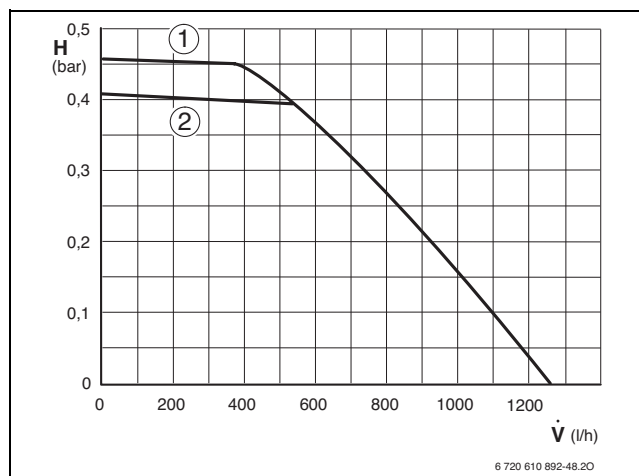

Bild 43 Konstantdruck bei Z.N-Geräten
**Legende zu Bild 43 bis 46:**